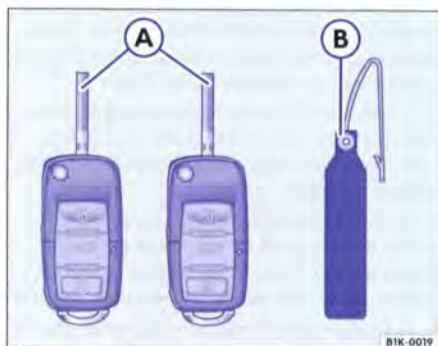

Fig. 20 Jeu de clés
- Deux clés à radiocommande ⇒ fig. 20 (A) avec panneton escamotable
- Une languette en matière plastique (B) sur laquelle figure un numéro.
Un double de clé ne peut être réalisé qu'à l'aide du numéro figurant sur la languette en matière plastique ⇒ fig. 20 (B). C'est pourquoi :